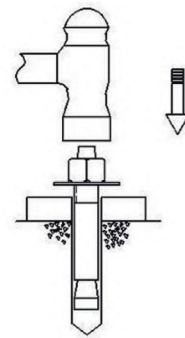

Figura 21
- Use o martelo leve para bater os parafusos de expansão nos 18 orifícios (não há necessidade de inserir o prego de expansão central, fixe-o após terminar o ajuste de nível) (figura 21)